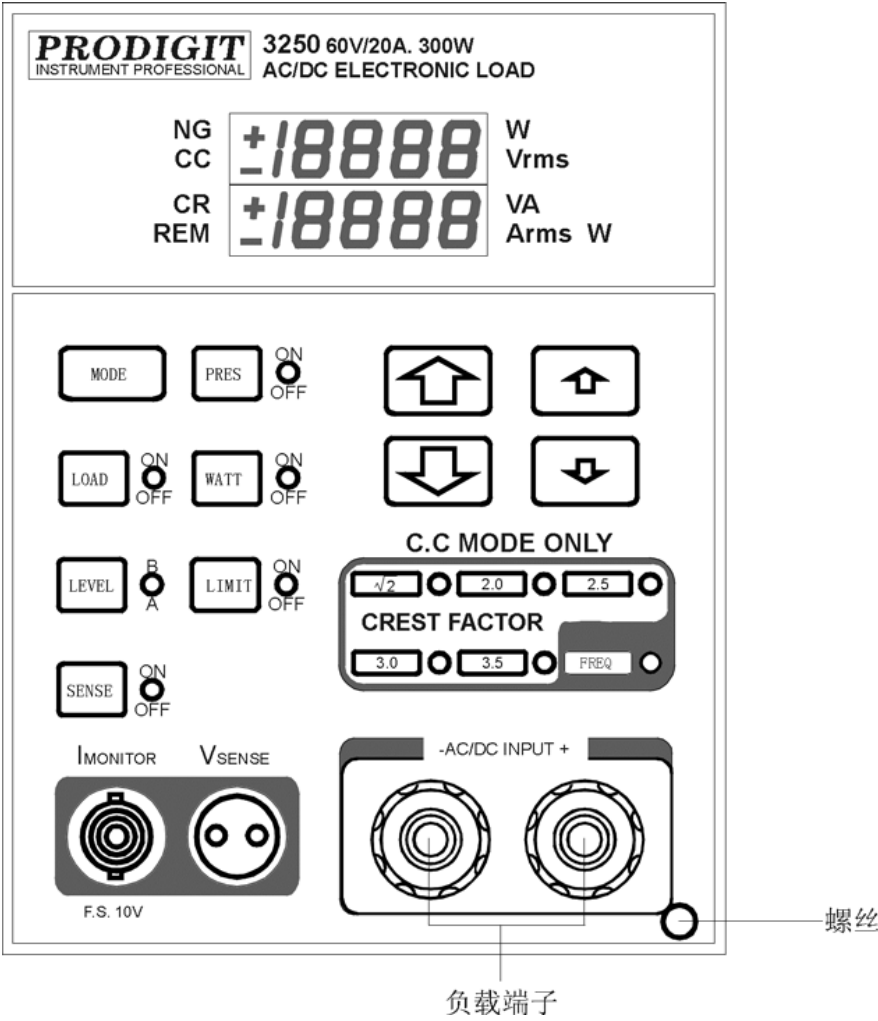

图 2.1 3250 系列电子负载模组固定螺丝位置图
- 2.1.4 锁紧位于前面板右下方的固定螺丝，螺丝的位置如图 2.1 所示。